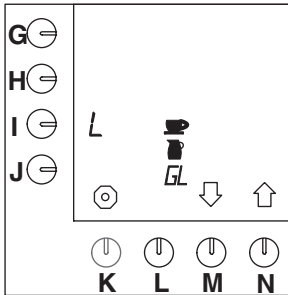

Fig. 31 Te kiezen eenheden
- Uit de volgende eenheden kan geselecteerd worden: Liter= L, Gallon= G (3.7853L), Kan, Kopje (fig. 31).